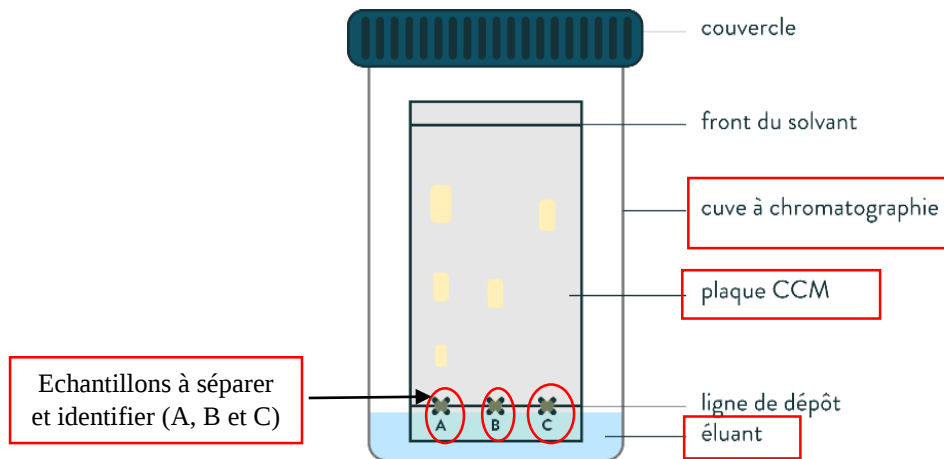

Figure 07. Les éléments de la CCM.
- la cuve chromatographique : un récipient habituellement en verre, de forme variable, fermé par un couvercle (Fig. 07).
- la phase stationnaire : une couche d'environ 0,25 mm de gel de silice ou d'un autre adsorbant est fixée sur une plaque de verre (Fig.07).
- l'échantillon : environ un microlitre (1 μ l) de solution diluée (2 à 5 %) de l'échantillon à analyser, déposé en un point repère situé au-dessus de la surface de l'éluant (Fig.07).
- l'éluant (phase mobile) : un solvant unique ou un mélange : il migre lentement le long de la plaque en entraînant les composants de l'échantillon (Fig.07).